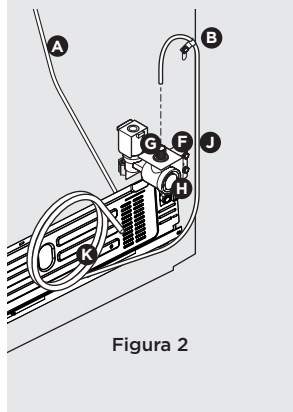

Figura 2
**Si utiliza el tubo flexible de acero inoxidable trenzado** - La tuerca está ya montado en el tubo. Deslice la tuerca de hacia el interior de la entrada de la válvula y apriete manualmente la tuerca de sobre la válvula. Ajuste otra media vuelta con una llave; NO apriete en exceso. Consulte la Figura 2.